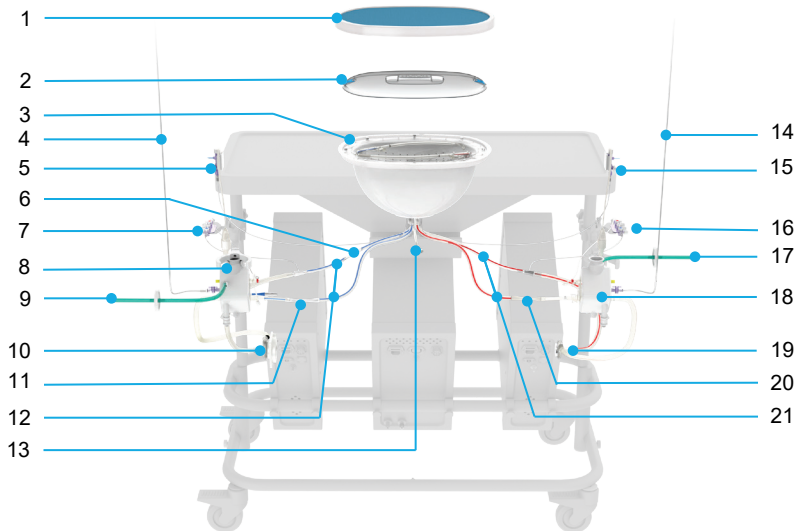
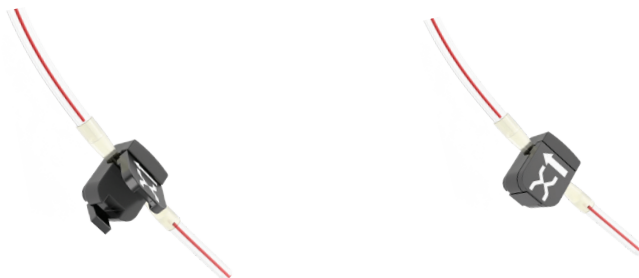

Figura 9 Kit de perfusão do Liver Assist
Figura 17 Conexão do sensor de fluxo ao kit de perfusão
Na parte superior do carrinho é montada uma mesa para criar uma superfície de trabalho. No tampo da mesa está localizado o porta-reservatório do fígado; uma cavidade onde é colocado o reservatório do fígado do kit de perfusão descartável (ver seção Figura 9, item 3). As propriedades de isolamento térmico do tampo da mesa mantêm a temperatura de perfusão do reservatório do fígado. A cobertura térmica localizada abaixo do tampo da mesa protege a tubulação contra o ar quente expelido pela unidade térmica. Em ambos os lados da mesa, é montado um suporte de sensor de pressão onde os sensores de pressão descartáveis são colocados na mesma altura do fígado, esses suportes de sensores de pressão são equipados com um suporte para evitar o reposicionamento involuntário da válvula do sensor de pressão. Em cada lado do carrinho está localizado um suporte de oxigenador para colocação dos dois oxigenadores do kit de perfusão. Além disso, os suportes são equipados com uma pinça para acomodar o coletor de amostras.
Os kits de perfusão são descartáveis de uso único, acomodando tanto o fígado quanto a solução de perfusão durante cada perfusão, consulte a Figura 9. Os componentes são estéreis e embalados em bandeja de polietileno selada por folha de Tyvek.
- Conecte os sensores de fluxo (Figura 17) ao tubo de silicone, (Figura 9, itens 11 e 20), localizado próximo ao lado arterial dos oxigenadores do circuito PV e HA.
- Certifique-se de verificar se não há bolhas de ar acumuladas no sensor de fluxo. Abra o clipe de alumínio para liberar a tampa (veja a Figura 17). Abra a tampa e verifique se há bolhas de ar. Remova qualquer bolha de ar manipulando a tubulação. Empurre a tampa para fechar o sensor.